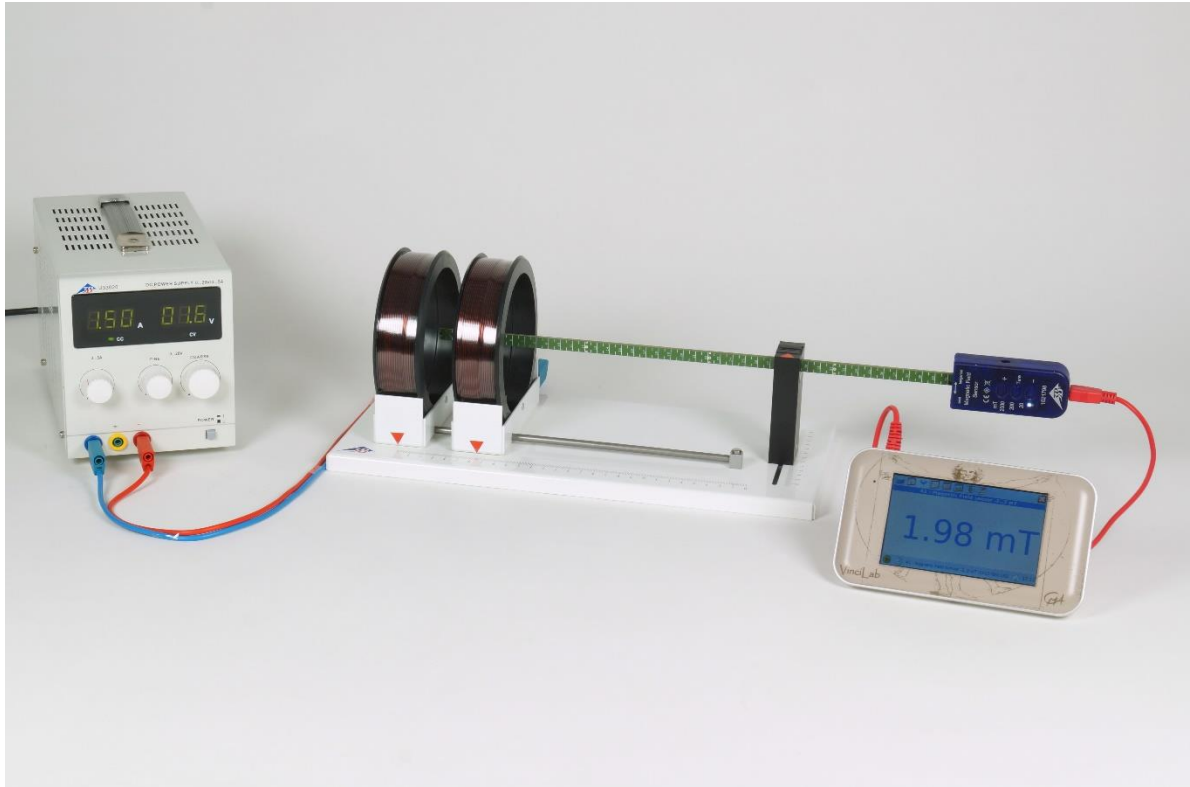

Abbildung 1: Versuchsaufbau
- Versuch gemäß Abbildung 1 aufbauen.